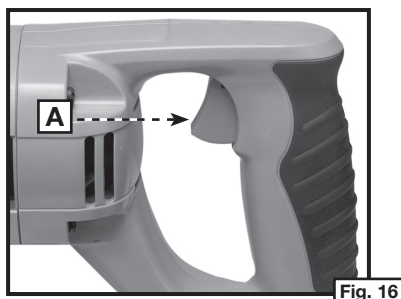

Fig. 16
2. Agarre firmemente la sierra, Fig. 14 ó Fig. 15. Apriete el gatillo (interruptor) (A) Fig. 16, para poner el motor en marcha. Suelte el gatillo para parar el motor.
La sierra está equipada con un interruptor de control de velocidad variable (A), Fig. 16 (0 a 2900 CPM). Tal como apriete el gatillo la velocidad de la segueta aumenta.